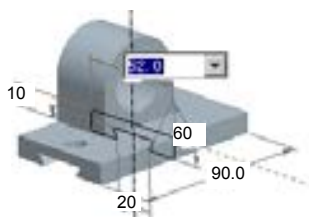

图 5.9.3 修改尺寸
Step2. 在弹出的图 5.9.3 所示的文本框中输入新的尺寸，并按 Enter 键。